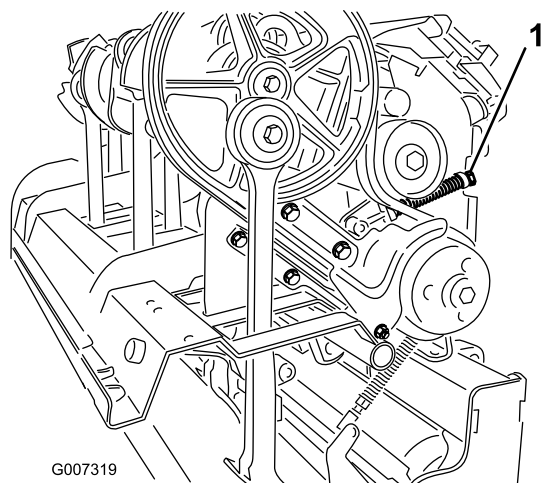

Figura 37
4. Para liberar la tensión del resorte tensor, afloje la contratuerca que sujeta el retenedor del muelle (Figura 37) y gire el retenedor del muelle.